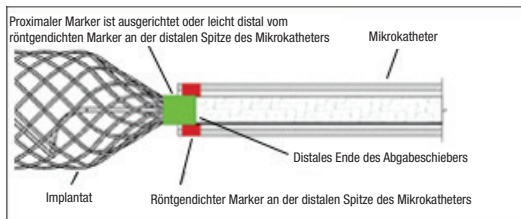

Abbildung 6 – Position der Marker für die Abtrennung
- Unter Durchleuchtungskontrolle das Implantat langsam aus der Spitze des Katheters vorschieben. Das Implantat weiter an die gewünschte Stelle vorschieben, bis der proximale röntgendichte Marker auf dem Implantat ausgerichtet ist oder sich leicht distal zum Katheter mit röntgendichtem Marker an der distalen Spitze befindet, wobei die Abtrennzona direkt jenseits der Katheterspitze positioniert wird. Siehe Abbildung 6. Gegebenenfalls neu positionieren. Bei ungeeigneter Größe das Implantat entfernen und durch ein anderes Produkt ersetzen. Wird nach der Positionierung und vor der Abtrennung eine unerwünschte Bewegung des Implantats unter Durchleuchtung beobachtet, das Implantat entfernen und durch ein anderes Implantat mit einer geeigneteren Größe ersetzen. Bewegt sich das Implantat, deutet dies auf eine mögliche Implantatmigration nach der Abtrennung hin. Den Abgabeschleier **NICHT**